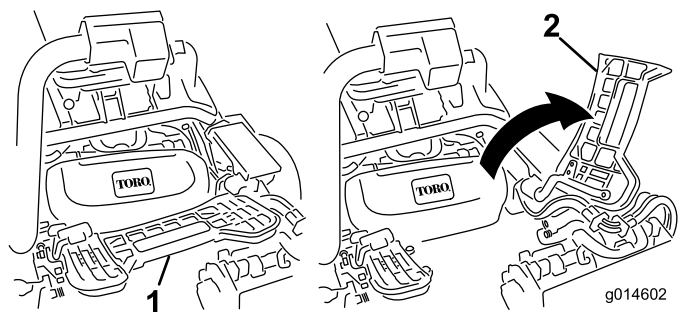

Bild 59
2. Heben Sie die Fußplattform an und schwenken sie in die geöffnete Stellung, um die Stellung das mittlere Mähwerk zugänglich zu machen (Bild 59).